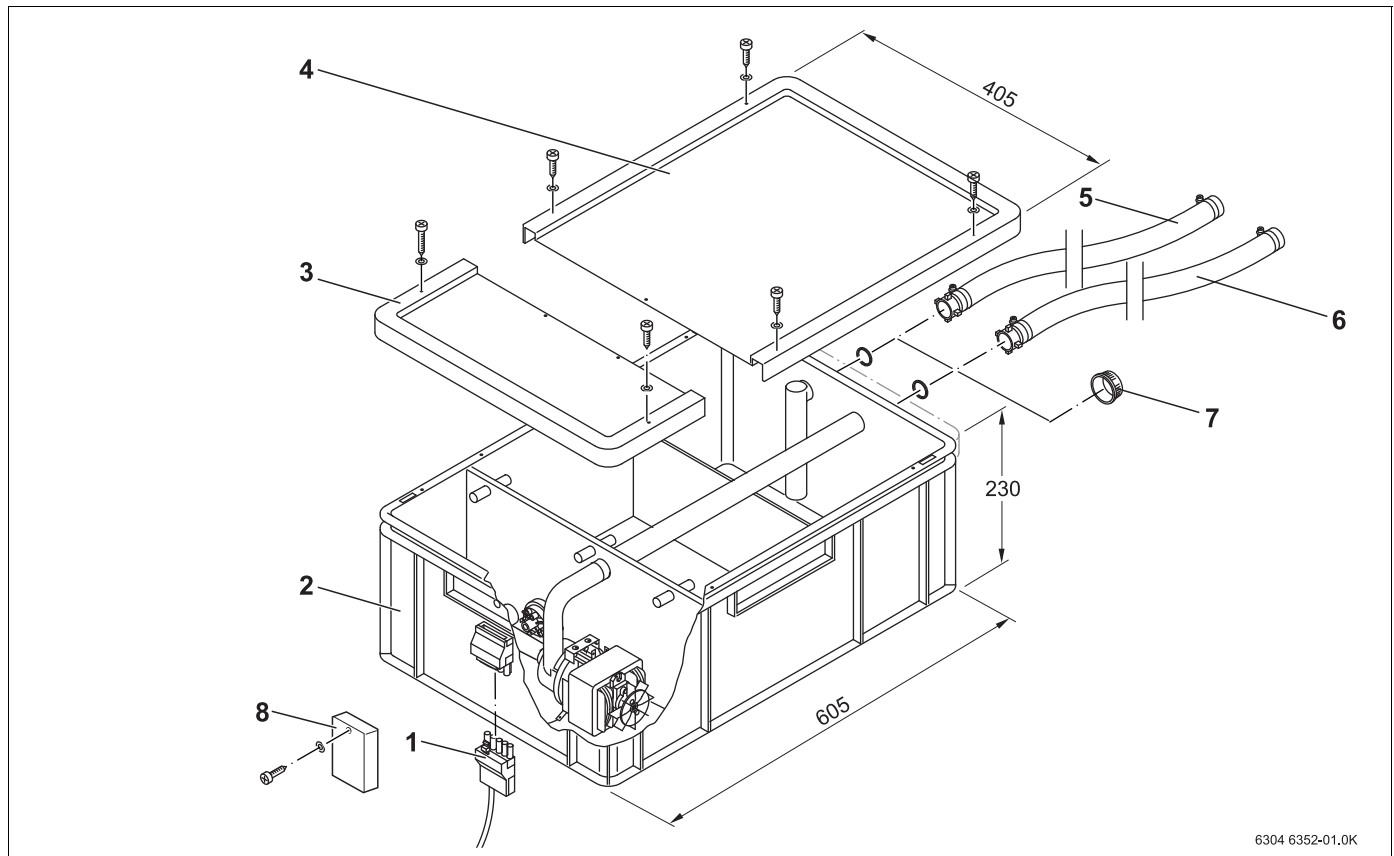

Рис. 1 Устройство нейтрализации
- Снимите большую крышку (рис. 1, поз. 4) с корпуса.